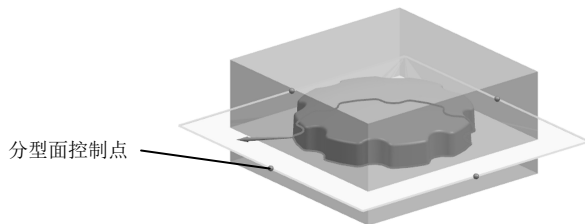

图 1-12 分型面大于工件
(14) 拖动分型面上的控制点，使分型面稍大于工件，如图 1-12 所示，单击“确定”按钮。